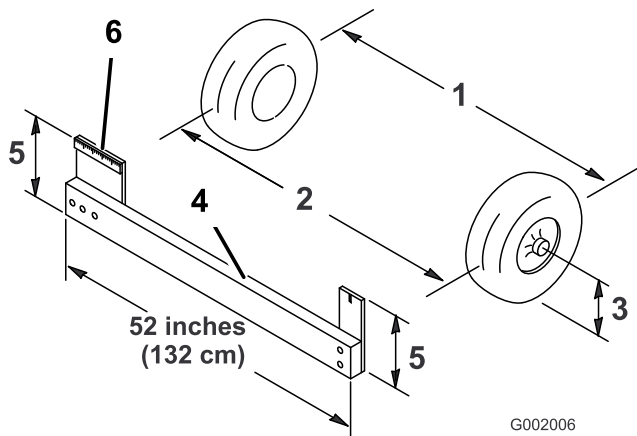

Figura 33
4. Meça a distância entre os pneus dianteiros à altura do eixo na zona dianteira e traseira dos pneus dianteiros (Figura 33).
Nota: É preciso um objecto imóvel ou um medidor de alinhamento para a medição traseira dos pneus dianteiros à altura do eixo. Utilize o mesmo objecto ou medidor de alinhamento para obter uma medição precisa da dianteira dos pneus dianteiros à altura do eixo (Figura 33).